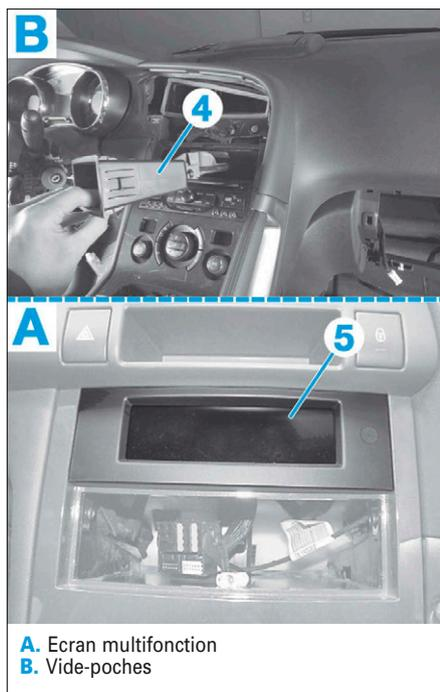

FIG. 30
- Dégrafer et déposer le vide-poches (4) ou l'écran multifonction (5) (suivant équipement) (Fig.30).